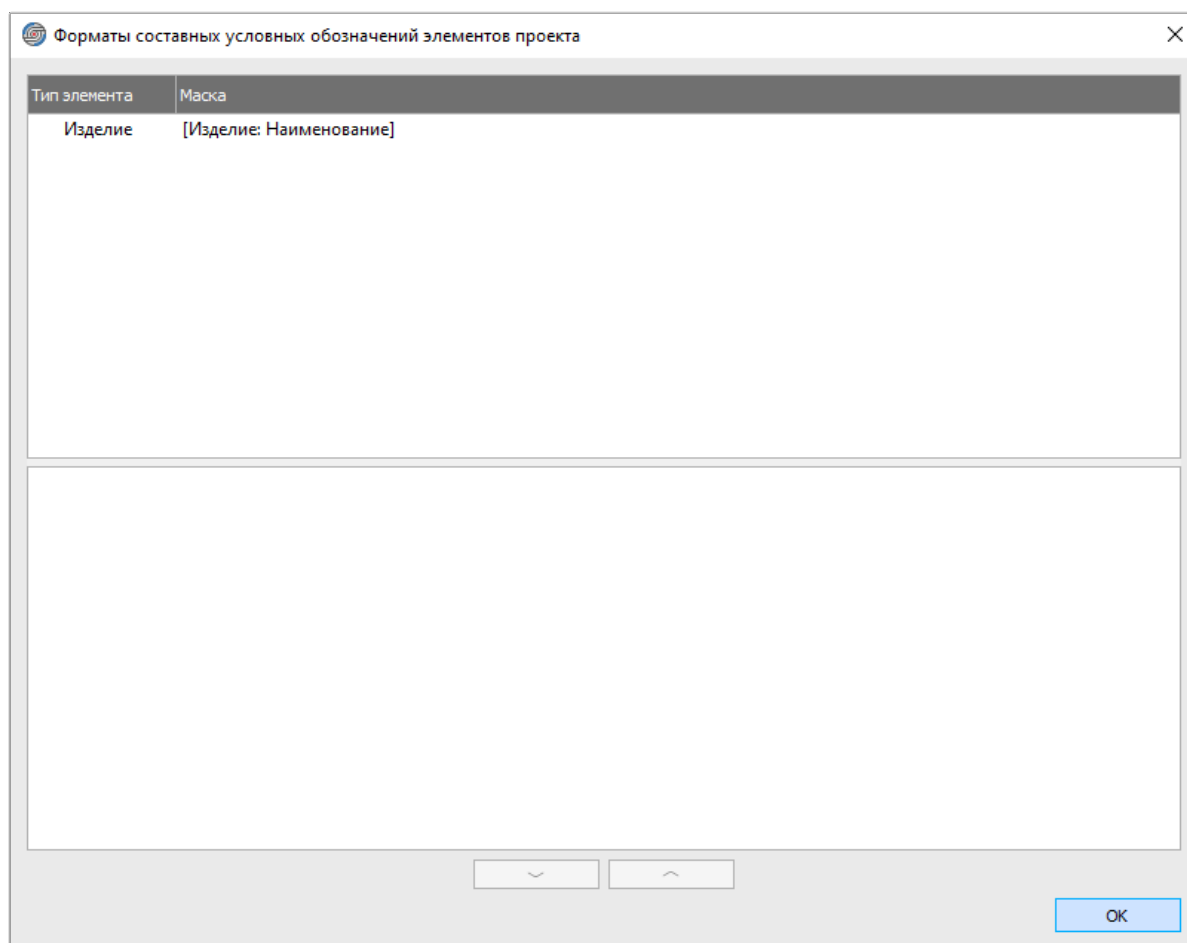

Рисунок 110. Окно «Форматы составных условных обозначений элементов проекта»
- 1) В открывшемся окне «Форматы составных условных обозначений элементов проекта» (см. рисунок 110) в верхней части окна необходимо щелкнуть правой кнопкой мыши и в открывшемся контекстном меню выбрать пункт «Создать новую маску».